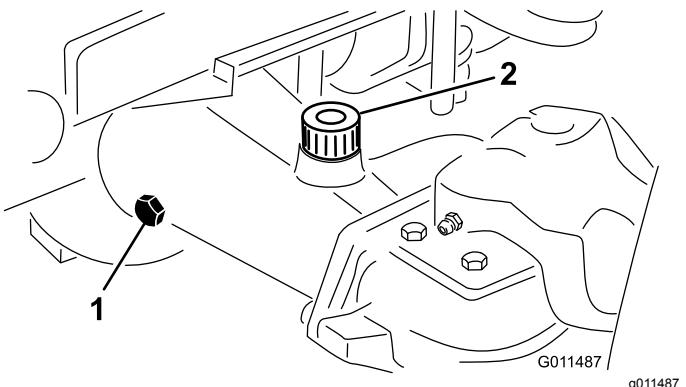

Bild 92
2. Entfernen Sie eine Prüfschraube aus einem Ende der Achse und stellen sicher, dass das Öl die Unterseite des Lochs erreicht (Bild 92).